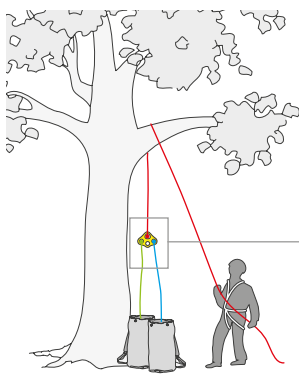

Fig. 4
The rope attached to the branch acts as the emergency rope (E). The operator attaches to it a multi-anchor plate (3) to which are fixed the working line (W) and the safety line (S), and then takes in the emergency rope until the anchor plate is positioned just below the branch (Fig. 4). He then inserts it into a self-braking descender (4) connected to another multi-anchor plate which in turn is connected to a EN 795-B lanyard (5) passed around the trunk (Fig. 5). At this point the operator can start climbing up the working line using an ascending handle with foot loop and a self-braking descender, having also connected a guided type fall arrester on the safety line. If the operator hanging in space has a problem, the operator who remains on the ground can lower him using the self-braking descender attached to the tree trunk at the base of the tree.
Oksaan kiinnitetty köysi toimii hätäköytenä (E). Työntekijä liittää siihen ankkurinjakajalevyn (3), johon on kiinnitetty myös työköysi (W) ja turvaköysi (S). Sitten hän vetää hätäköyttä, kunnes ankkurinjakajalevy on suoraan oksan alapuolella (Fig. 4). Työntekijä asettaa turvaköyteen automaattisesti lukkiutuvan laskeutumislaitteen (4), joka on kiinni toisessa ankkurinjakajalevyssä, joka on puolestaan liitetty EN 795-B -ankkurinauhaan (5), joka kulkee puun rungon ympäri (Fig. 5). Kun työntekijä on liittänyt turvaköyteen putoamisen pysäyttävän köysitarraimen, hän voi alkaa nousta ylöspäin työköyttä pitkin käyttäen apunaan nousukahvaa ja sen jalkalenkkiä sekä automaattisesti lukkiutuvaa laskeutumislaitetta. Jos nousemassa oleva työntekijä joutuu pulaan, maan tasolla oleva työntekijä voi laskea hänet maahan puun alaosaan kiinnitettyä automaattisesti lukkiutuvaa laskeutumislaitetta käyttäen.